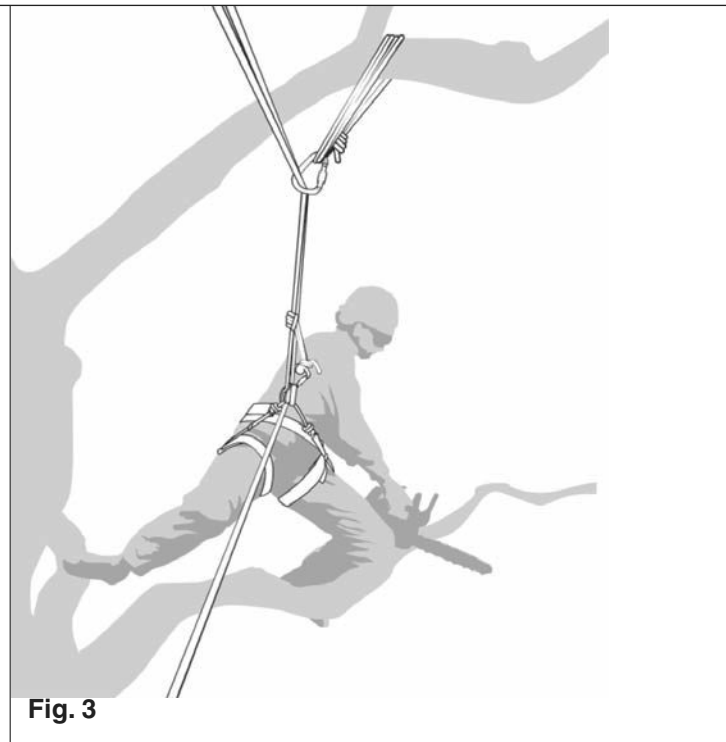

Fig. 3
- Quando o operador trabalhar perto de troncos verticais com forças laterais baixas na posição de trabalho, pode ser necessário um bom apoio para manter uma posição de trabalho segura. No entanto, no momento em que os operadores se afastarem do tronco, terão necessidade de dar alguns passos para anular ou neutralizar as forças laterais crescentes, por exemplo mudando a direcção da corda principal através de um ponto de ancoragem suplementar ou utilizando o cinto plano regulável directamente pelo arnês à cintura num ponto de ancoragem suplementar (Fig. 3).